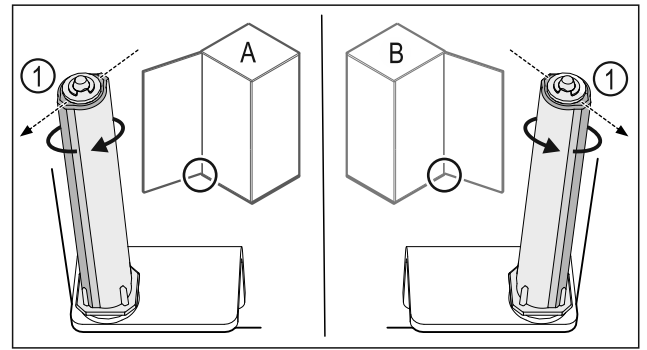

Fig. 37 Battuta a sinistra (A) / battuta a destra (B)
- ▶ Ruotare il sistema di chiusura contro la resistenza fino a quando la sporgenza del sistema di chiusura Fig. 37 (1) non è rivolta verso l'esterno.